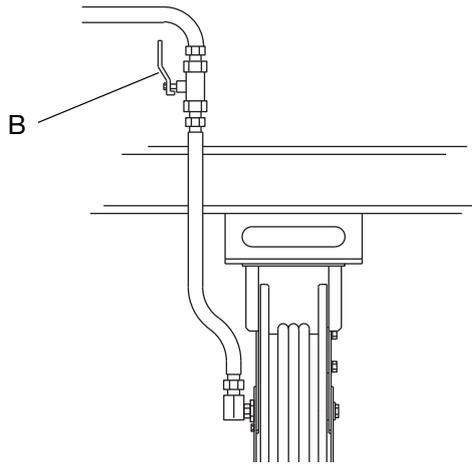

FIG. 3
1. Fermez la vanne d'arrêt (L) de fluide à chaque point de distribution (FIG. 3).
5. Ouvrez lentement la vanne d'arrêt (B) en position de distribution et faites sortir une quantité suffisante d'huile pour vous assurer que tout le système est propre (FIG. 3).
6. Fermez la vanne d'arrêt (B) (FIG. 3).